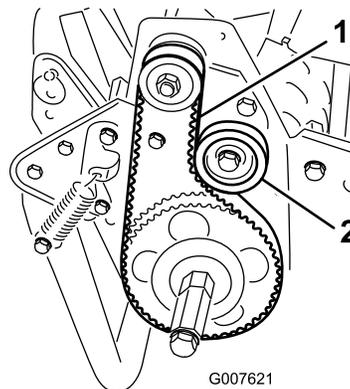

Figura 37
2. Compruebe la tensión presionando la correa en el punto intermedio entre las poleas (Figura 37) con una fuerza de a 18–22 N. La correa debe desviarse 6,4 mm.
- A. Afloje la tuerca de montaje de la polea tensora y pivote la polea tensora en el sentido de las agujas del reloj contra la parte trasera de la correa, hasta obtener la tensión deseada (Figura 37).